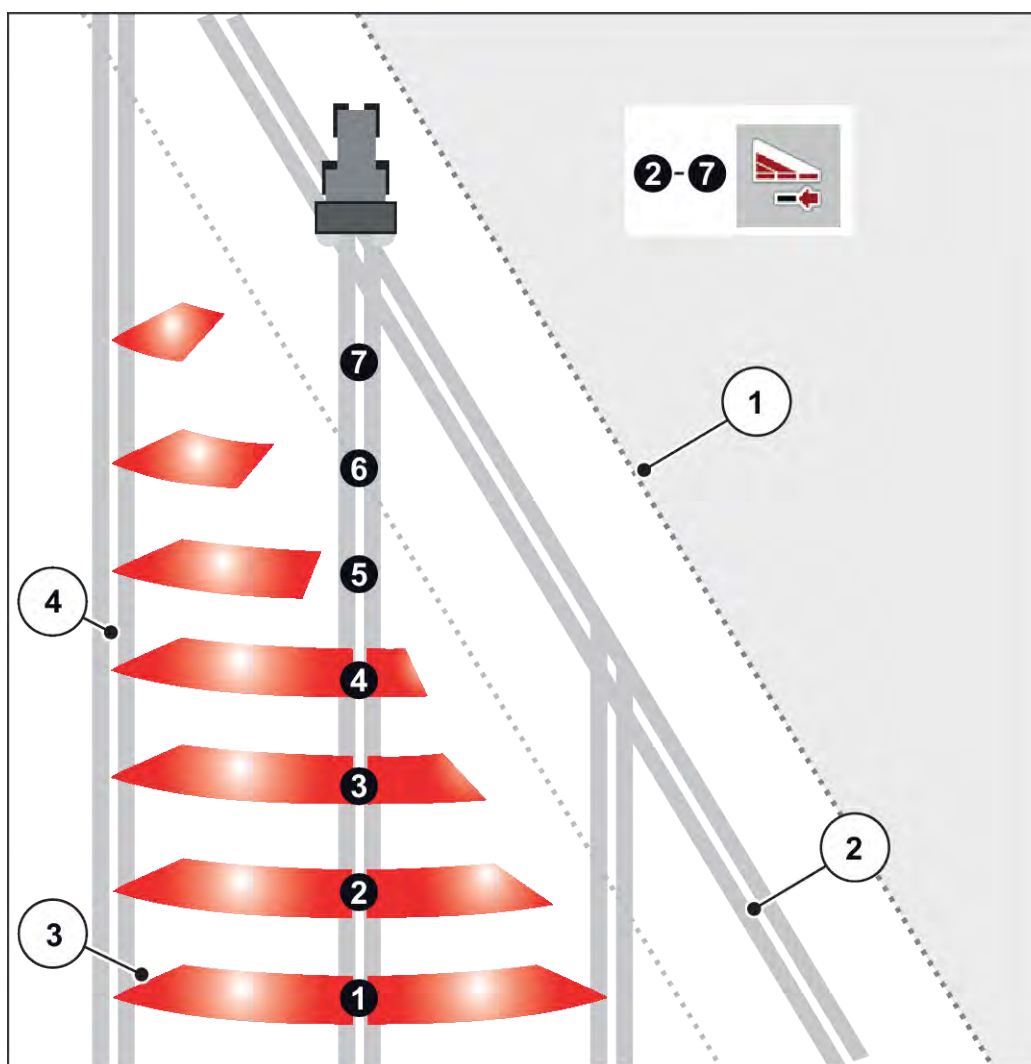

Fig. 41: Automatisk delbreddeaktivering
- Delbreddeaktivering er mulig udefra og ind eller indefra og ud. Se *Fig. 41 Automatisk delbreddeaktivering*